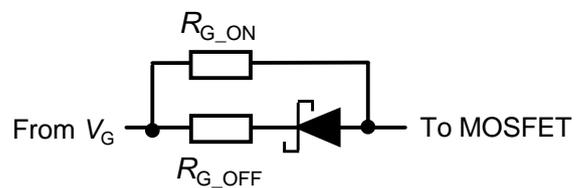

Figure 8. 게이트 저항 조정회로(턴오프를 빨리할 경우)
이 결과로부터도 명백한 것처럼, LS 측 on 시의 HS 측 셀프 턴온을 유발하는 현상(II)-2의 V_{GS} 상승을 작게 하기 위해서는, HS 측 턴오프시의 외부 게이트 저항 R_{G_EXT} 를 작게 합니다. 그러나, 일반적으로 HS 측과 LS 측의 R_{G_EXT} 는 같게 하는 경우가 많아 이 때문에 R_{G_EXT} 를 작게 하면 LS 측의 dV_{DS}/dt 가 증대해 식 (1)에 나타내듯이 HS 측의 I_{CGD} 가 증가합니다. 결과적으로 식 (4)에서 알 수 있듯이 HS 측 surge 의 증대를 초래해 버립니다. 그러므로 턴온시와 턴오프시의 R_{G_EXT} 설정을 각각 하고 턴오프시에만 R_{G_EXT} 를 작게 할 필요가 있으며 그 수단으로서는 Figure 8 에 나타내는 다이오드 등을 추가하는 방법이 일반적입니다. 턴온시에 동작하는 저항은
여기에서 현상 (V)의 surge가 현저하게 나타나고 있는 것을 알 수 있습니다. 또 V_{bs} 의 변화에 의한 현상 (IV)의 영향은 작으나 HS 측에서의 현상 (IV)에 의한 마이너스 surge는 종종 정격을 넘는 경우가 있어 그런 경우에는 회로적인 대책이 필요합니다. 이 턴오프시의 HS 측 마이너스 surge를 줄이기 위해서는 HS 측 게이트저항 R_{G_EXT} 를 작게 할 수 있지만, Figure 8에서 설명한 바와 같이 일반적으로 사용되는 게이트저항 조정회로에서는 저항값이 높은 R_{G_ON} 측에서 현상 (IV)이 현저하게 나타나기 때문에 주의가 필요합니다.(구동회로에서의 대책에 대해서는 별도의 어플리케이션 노트(*1)로 설명합니다.)